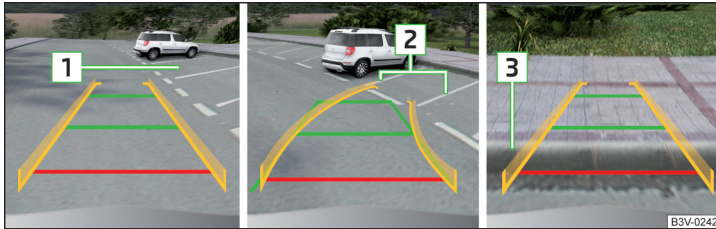

Abb. 266 Bildschirmanzeige
- › An der ausgewählten Parklücke **1** » Abb. 266 langsam vorbeifahren und das Fahrzeug anhalten.